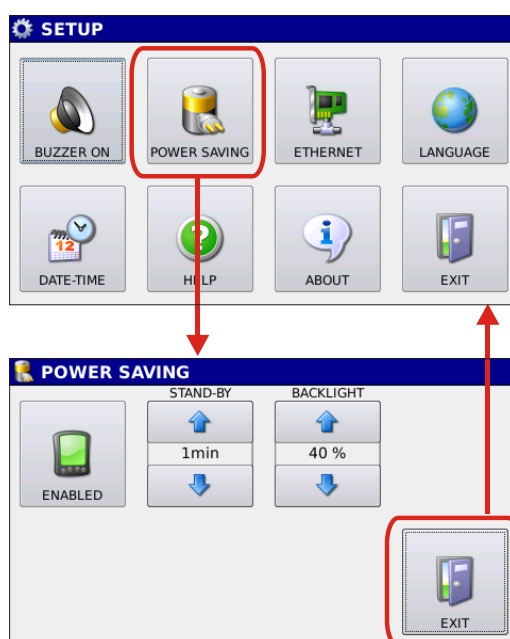

Figura 6.3 Pannello di gestione dei consumi dello strumento.
6.2  **Configurazione risparmio energetico.** Premendo il tasto POWER SAVING si ha accesso al pannello per la gestione del livello di luminosità dello schermo e del tempo di Stand-by Figura 6.3,